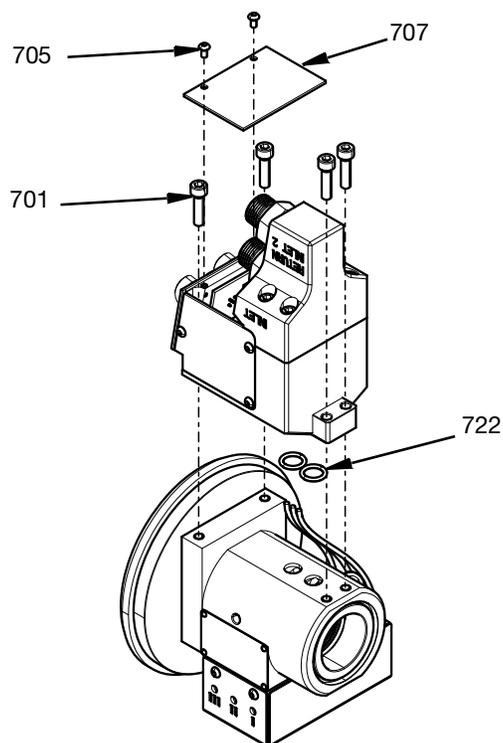

FIG. 18
- a. Entfernen Sie die obere Abdeckung (707), indem Sie die beiden M3-Abdeckschrauben (705) entfernen.
- b. Die vier M5-Schrauben (701) können dann entfernt werden, um die Anschlussgehäuse-Baugruppe von der Schwenkkammer-Baugruppe zu trennen.
Nun kann auf die Sensoren oder Stecker zugegriffen werden. Die alten O-Ringe (722) sind vor dem Zusammenbau gegen neue O-Ringe auszutauschen. Siehe FIG. 18.